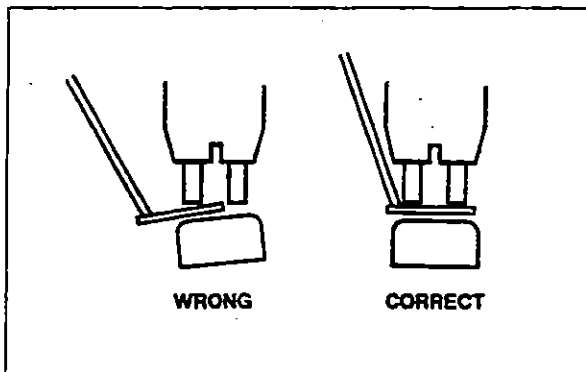

Fig. 1.5.29
**BE SURE THAT THE FEELER GAUGE IS FULLY ENGAGED UNDER BOTH SLAVE PISTON FEET (SEE FIG. 1.5.29). FAILURE TO PROPERLY USE TOOL MAY LEAD TO POOR PERFORMANCE AND/OR ENGINE/ENGINE BRAKE DAMAGE.**